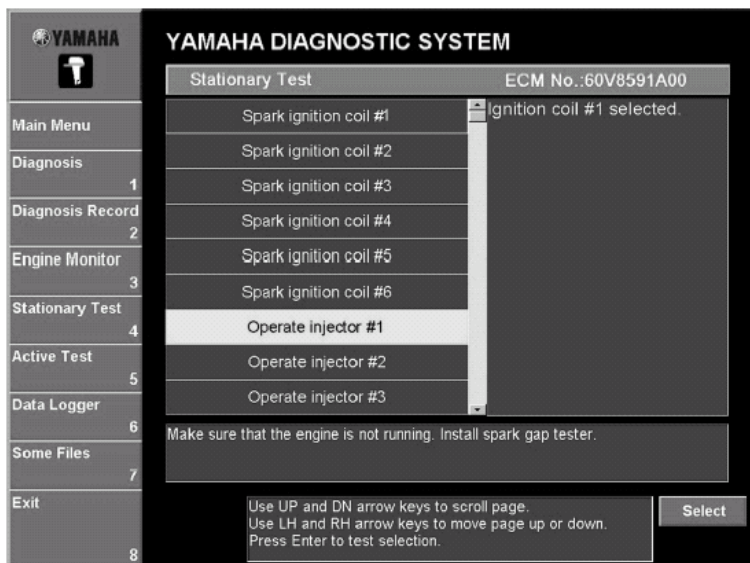

Рис. 72
1. Выбрать тест, который Вы желаете выполнить щелчком мыши по нему или нажимая клавиши курсора вверх или вниз на клавиатуре. (Рис. 72)
2. Выбрать цилиндр, который будет проверен, и затем щелкнуть по **Выбор(Select)** или нажать клавишу Enter клавиатуры. (Рис. 72)